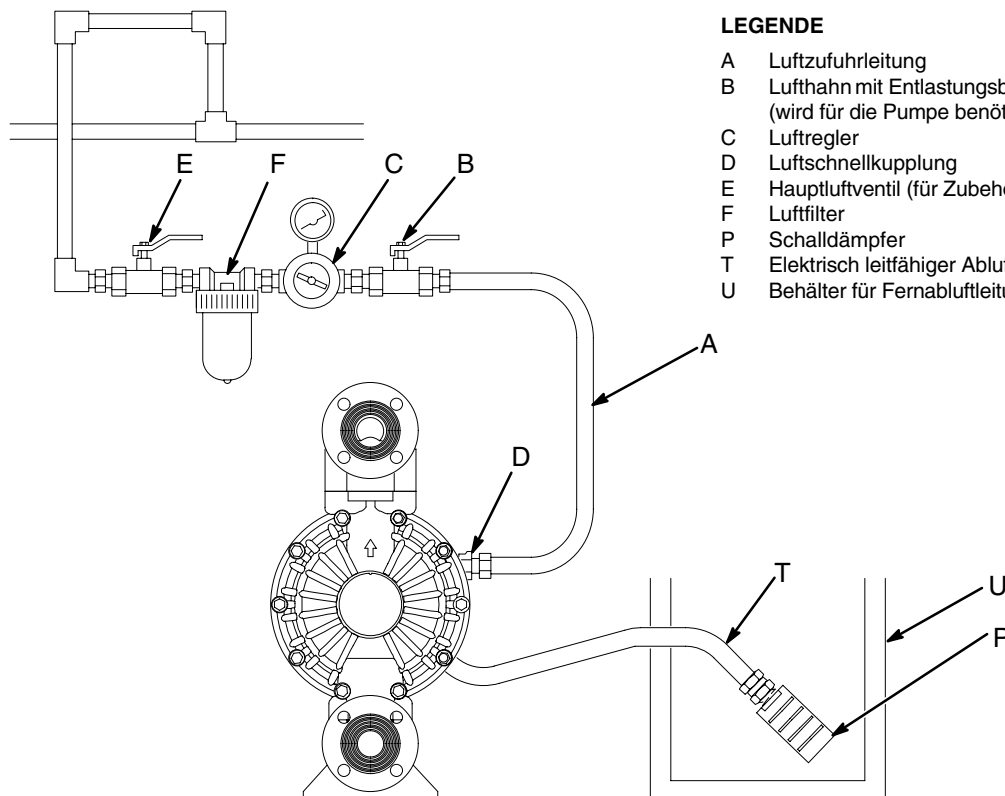

Abb. 6
Bei Membranriss wird die gepumpte Flüssigkeit mit der Luft abgeleitet. Ans Ende der Abluftleitung einen geeigneten Behälter stellen, um das Material aufzufangen. Siehe Abb. 6.
1. Den Schalldämpfer (P) aus der Abluftöffnung in der Pumpe ausbauen.
2. Einen elektrisch leitfähigen Abluftschlauch (T) einbauen und den Schalldämpfer (P) an das andere Ende des Schlauches anschließen. Die minimale Größe für einen Abluftschlauch beträgt 19 mm Innendurchmesser. Wenn ein Schlauch, länger als 4,57 m erforderlich sein sollte, muss ein größerer Schlauchdurchmesser gewählt werden. Scharfe Biegungen oder Knicke im Schlauch vermeiden. Siehe Abb. 6.
3. Einen Behälter (U) an das Ende der Luftleitung stellen, um im Fall eines Membranrisses Material aufzufangen.